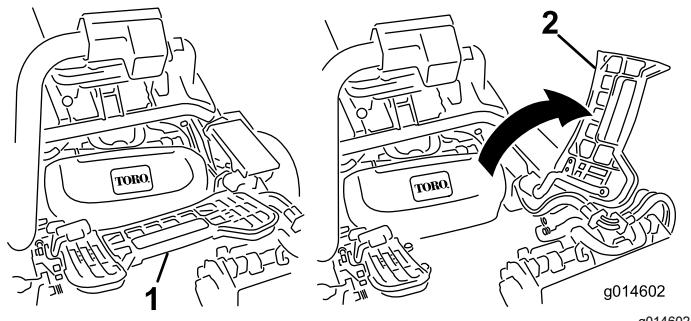

Figure 60
2. Relevez le repose-pieds pour accéder à la position de l'unité de coupe centrale (Figure 60).